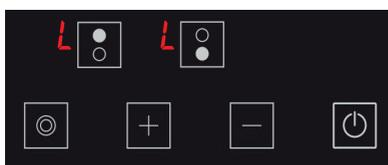

Rysunek 19
3. Ikona **H** jest wyświetlana na wszystkich wyświetlaczach. (Patrz rys. 19) Ikony **H** i **H** są wyświetlane naprzemiennie, jeśli któraś z płyt grzewczych jest gorąca.